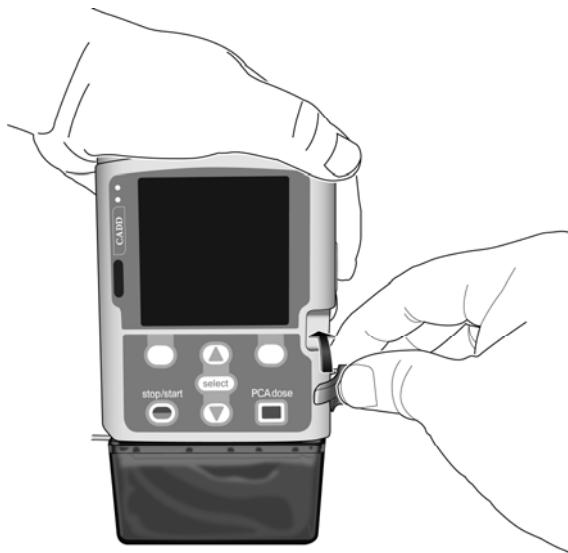

Figure 4
- Remonter le levier de fixation de la cassette en position fermée (voir Figure 4) puis remettre le levier de fixation en position fermée, sans résistance. En cas de résistance, **NE PAS FORCER** sur le levier de fixation. Si vous n'arrivez pas à fixer ou à verrouiller la cassette à la pompe sans avoir de résistance, cela signifie que la cassette est mal positionnée. Dans ce cas vous devez alors déverrouiller la cassette et refaire la manipulation depuis le début. Si malgré votre nouvelle tentative, vous sentez toujours une résistance ou que vous n'arrivez pas à verrouiller la cassette correctement, ne pas utiliser la pompe et contacter le service après-vente de Smiths Medical.